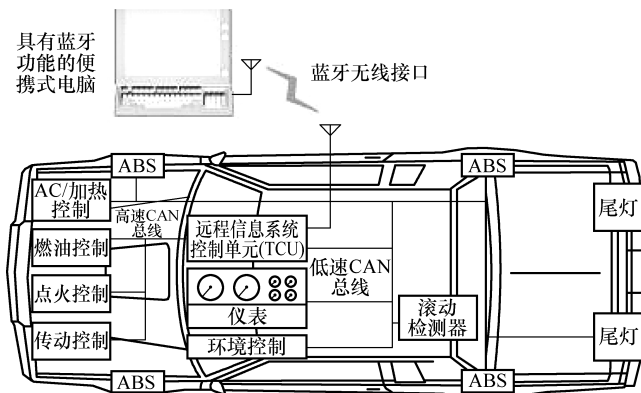

图 1-49 远程诊断系统的结构
(1) 定义 远程诊断技术就是将汽车的控制单元通过短程无线通信技术与便携式电脑相连，实现远程服务维修。
(2) 工作过程 如图 1-49 所示，远程诊断主要通过具有蓝牙功能的便携式电脑上的网络浏览器来访问远程信息控制系统（TCU），当技术人员无论处在车内或车外的任何位置，都可以监控和操作汽车的传感器及控制单元。